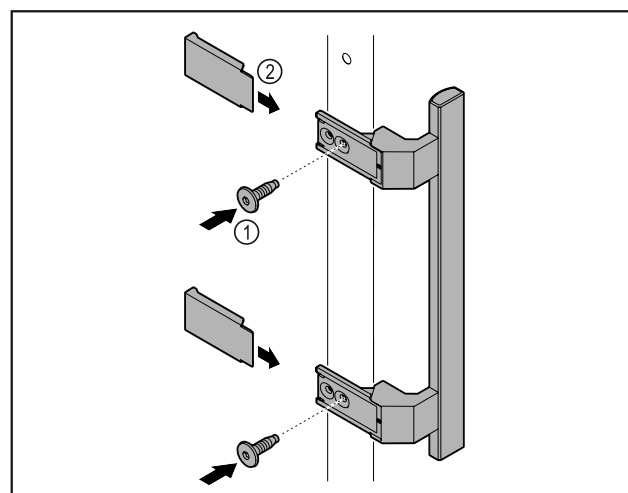

Fig. 7
- ▶ Plasser håndtaket som fulgte med, på døren med de vedlagte skruene Fig. 7 (1).
- ▶ Sett på dekslet Fig. 7 (2).